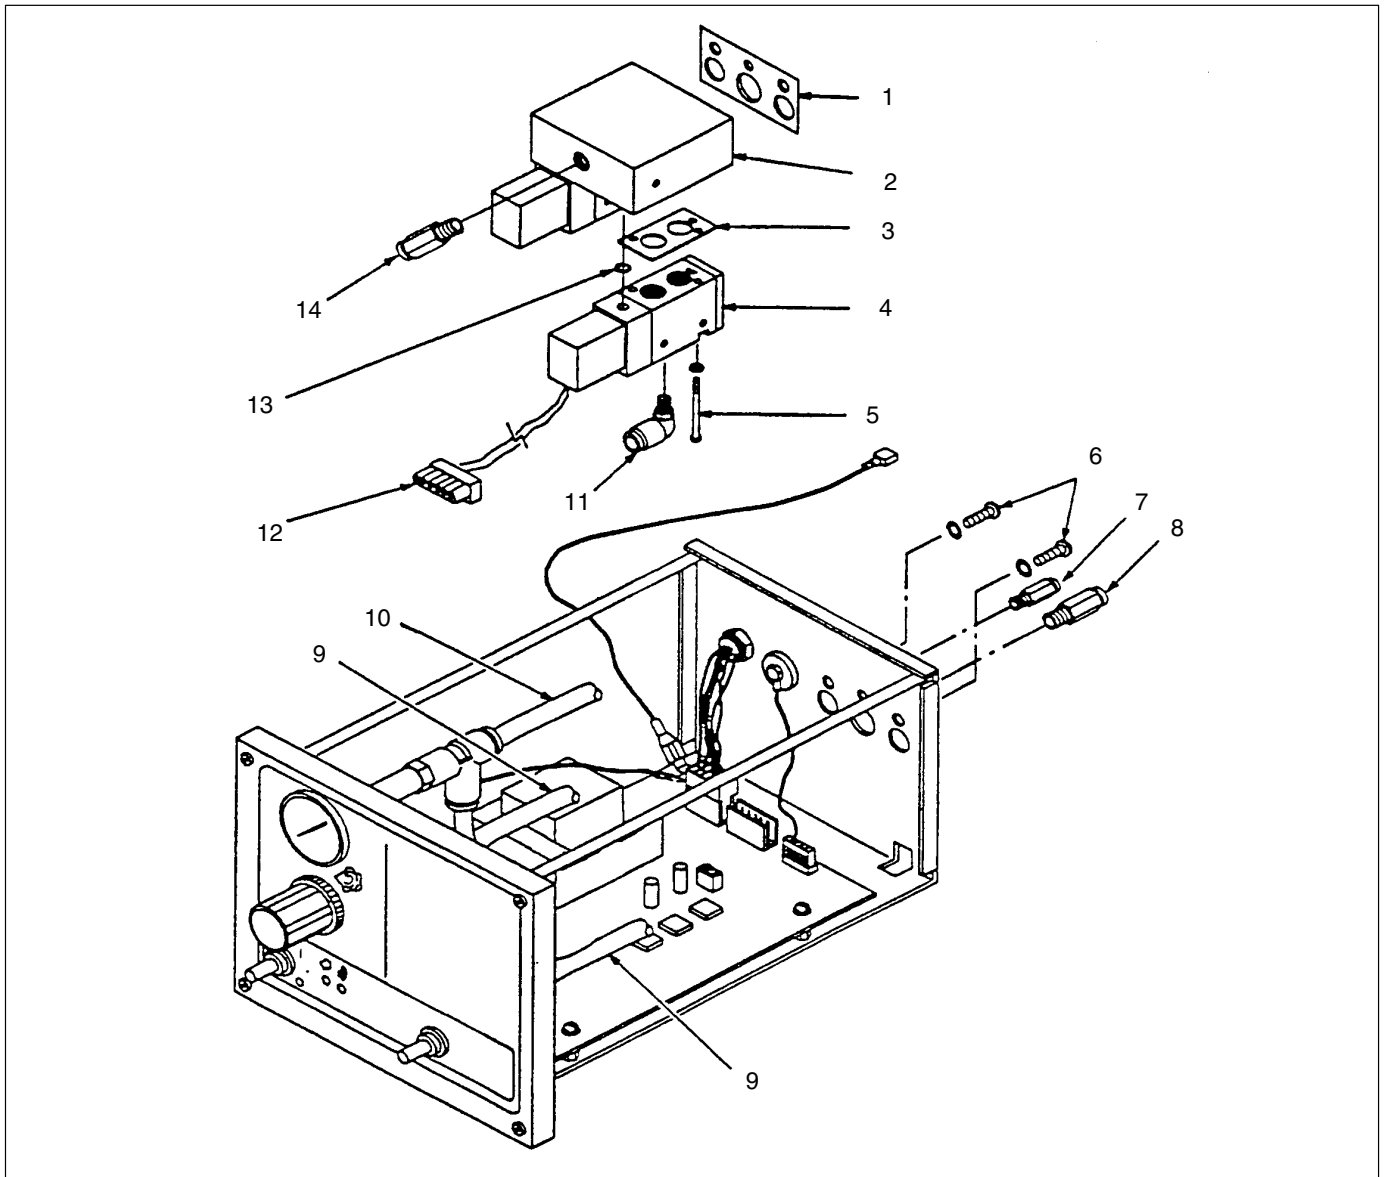

Abb. 6-2 Ersetzen des Magnetventils
2. Siehe Abb. 6-2. Trennen Sie Luftschlauch (9) vom Anschluß (14) am Verteiler (2) und Luftschlauch (10) vom Winkelanschluß (11).
4. Trennen Sie den Steckverbinder (12) vom Anschluß J4 an der Platine.
5. Nehmen Sie die beiden Schrauben und Unterlegscheiben (6) ab, mit denen der Verteiler an der Rückwand befestigt ist. Nehmen Sie die Dichtung zwischen Verteiler und Rückwand (1) ab. Heben Sie die Schrauben und Scheiben zur Wiederverwendung auf.
6. Nehmen Sie die Schrauben und Unterlegscheiben (5) ab, mit denen das Magnetventil am Verteiler befestigt ist. Heben Sie die Schrauben und Scheiben zur Wiederverwendung auf.
7. Nehmen Sie das Magnetventil, die Dichtungen (3) und O-Ringe (13) vom Verteiler ab. Heben Sie die Dichtungen und O-Ringe zur Wiederverwendung auf, wenn sie unbeschädigt sind.
8. Trennen Sie die Drähte des Magnetventils vom Steckverbinder (12).
9. Nehmen Sie den Winkelanschluß (11) vom Magnetventil ab.